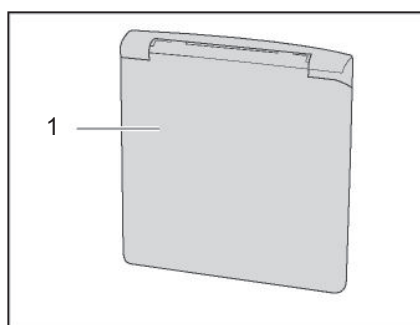

Bild 4 Klappe für 230-V-Anschluss
- Außenklappe (Bild 4,1) unten greifen und nach oben schwenken.